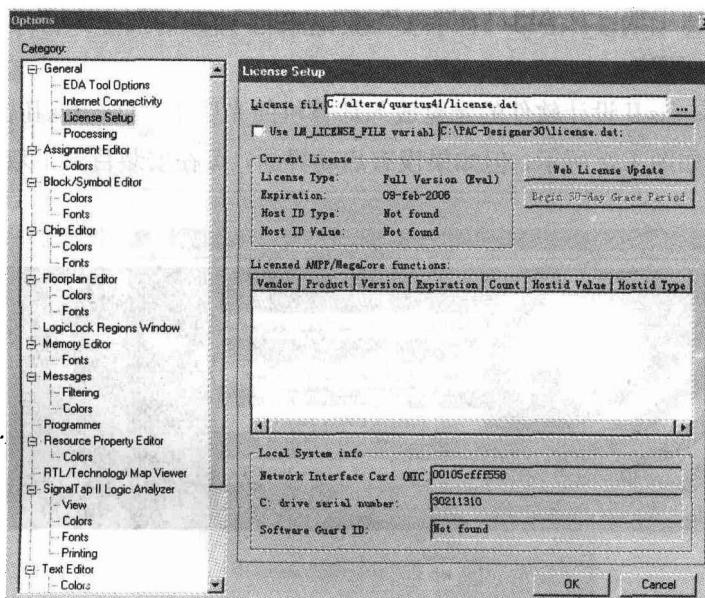

图 1-3 [Options] 对话框的 License Setup 页面
(4) 第一次运行 Quartus II 时, 需要设置授权码, 在 <http://www.Altera.com/Licensing> 进入 Altera 软件授权主页, 如果使用的是 node-locked license (单用户版), 选择 “FIXEDPC” 项; 如果使用的是 network license (多用户版), 选择 “FLOATPC”、“FLOATNET” 或 “FLOATLNX” 项。
(5) 根据要求, 填写信息, Altera 通过 E-mail 附件和文本两种方式给用户发送授权文件 License.dat。单用户版可以直接使用附件中的授权文件, 网络版需要对授权文件进行简单的修改后才可以使用。
(6) 启动 Quartus II 软件, 选择菜单 [Tools] | [Options] 对话框 License Setup 页面, 如图 1-3 所示。在 “License file” 栏中指定 License.dat 文件所在目录, 单击 [OK] 即可回到 Quartus II 界面开始进行设计。